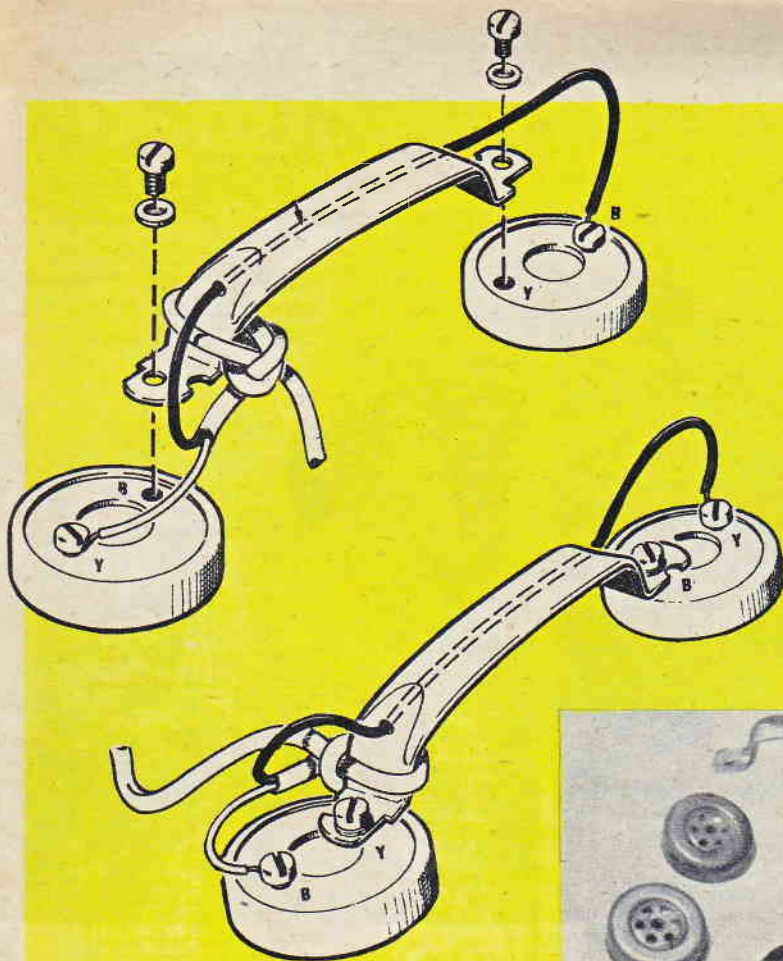

Fig. 1
**Fig. 1 - I cacciatori esperti, nel cacciare la lepre in collina o in montagna, tengono conto di una regola fondamentale mai smentita dall'animale: effettuare la battuta lungo il versante che rimane in ombra nelle notti di luna. E' qui che la lepre cerca riparo, anche quando il sopraggiungere dell'alba la coglie fuori della sua tana. Se volete, perciò, far ritorno a casa con qualche esemplare nel carniere, esplorate sempre quel versante che di notte non è stato colpito dalla luce della luna anche se al mattino presto è questo il versante ad essere illuminato dalle prime luci dell'alba.**
del monte (v. fig. 1). La stessa cosa accade in pianura, specialmente se i campi hanno una lieve curvatura (v. fig. 2) e sono limitati da due carreggiate. In questo caso la lepre si troverà sempre molto vicino alla carreggiata ed in un punto dove la luce della luna non riesce a raggiungerla.